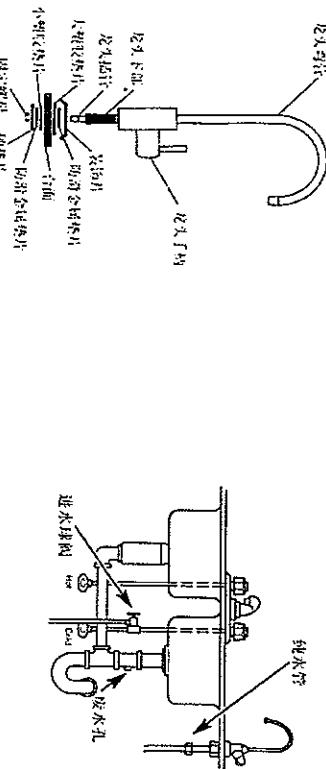

图9
- (1) 在饮水口台面合适位置钻一Φ12mm的小孔;
- (2) 取出配件盒中的净水龙头,先将龙头弯水管装在龙头主体上(见图9),然后将装饰片、防滑金属垫片、大颗粒热熔片依次放入龙头下部,把龙头下部从已钻好的孔中穿过,依次将小颗粒热片、防滑金属垫片、硬质片放入龙头下部,并用固定螺母将龙头固定;
- (3) 在龙头排水管插入2分接头,接头另一端连接适当长度的2分水管,水管另一端与主机净水出口连接。